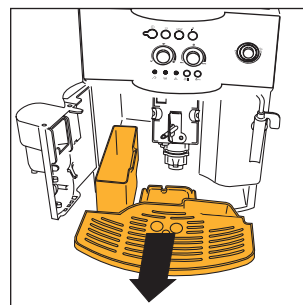

Fig.16
NOTA 7: la machine compte le nombre de cafés qu'elle fait. Tous les 14 cafés simples (ou 7 doubles), le voyant ☹ s'allume fixe (chap. 12 point 3) pour avertir que le tiroir est plein de pastilles usées et qu'il faut le vider et le nettoyer. Tant que le tiroir n'est pas nettoyé, le voyant reste allumé et la machine ne peut pas faire de café. Pour effectuer le nettoyage, ouvrez le volet de service sur le devant en tirant le bloc sortie (fig. 15) ; le voyant ⚠ commencera à clignoter (voir § 12 point 9) ; sortez l'égouttoir (fig. 16) videz-le et nettoyez-le. Videz et nettoyez soigneusement le tiroir à marc en éliminant tous les résidus déposés sur le fond. Essuyez également les éventuelles gouttes de condensation déposées à l'intérieur de la machine sous l'égouttoir. **IMPORTANT :** quand vous sortez l'égouttoir, **VIDEZ TOUJOURS le tiroir à marc, même s'il n'est pas plein. Sans cela, il se peut qu'après, en faisant les cafés, le tiroir se remplisse plus que prévu et que la machine s'engorge de pastilles usées.**
- retirez l'égouttoir et le tiroir à marc (fig. 16) et lavez-les ;